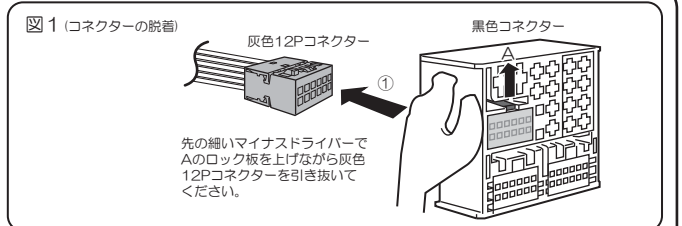

図2 (コードの差し替え)
- 図2を参照し、①で取り外した灰色12Pコネクター【B】のロック板上下2ヶ所を解除し、各ソケットピンのツメ【C】を先の細いマイナスドライバーなどで押さえながら、車両のコード2本【端子番号とコード色は図を参照】をコネクターから抜きます。
- ②で外した車両のコードが入っていた同じ位置【図を参照】に、付属の黒色3Pコネクター端子付コード(ノード/ユニット側) ⑥ 橙/紫(橙/青又は紫)の位置には黄/紫、⑫ 橙/茶の位置には黄/茶を差し込みます。入れ替えが終わったら【B】のロック板を元に戻し、黒色コネクターに元通り差し込みます。
- ②で外した車両のコードを付属の黒色4Pコネクター(ネット/車両側)に差し込み、【D】のロック板を押し込みます。
- ⑥ 各コネクターとメインハーネスからの黒色3Pコネクターを接続します。